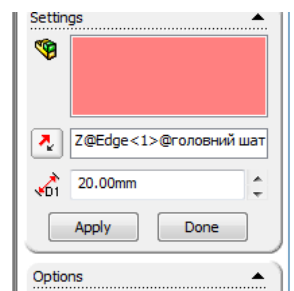

Рис. 7.3.16.
12. Створіть рознесений вид збірки. Для цього запустіть команду  РОЗНЕСЕНИЙ ВИД. Зліва у меню команди опустіться і знайдіть поле НАПРАВЛЕНИЕ РАЗНЕСЕНИЯ (Explode direction) і у ньому укажіть одну з вертикальних кромек шатунів (рис. 7.3.16). У полі Расстояние (Distance) укажіть 70. Унизу також поставте галочку навпроти опції *Выделять детали подборок (Select Sub-Assembly part's)*